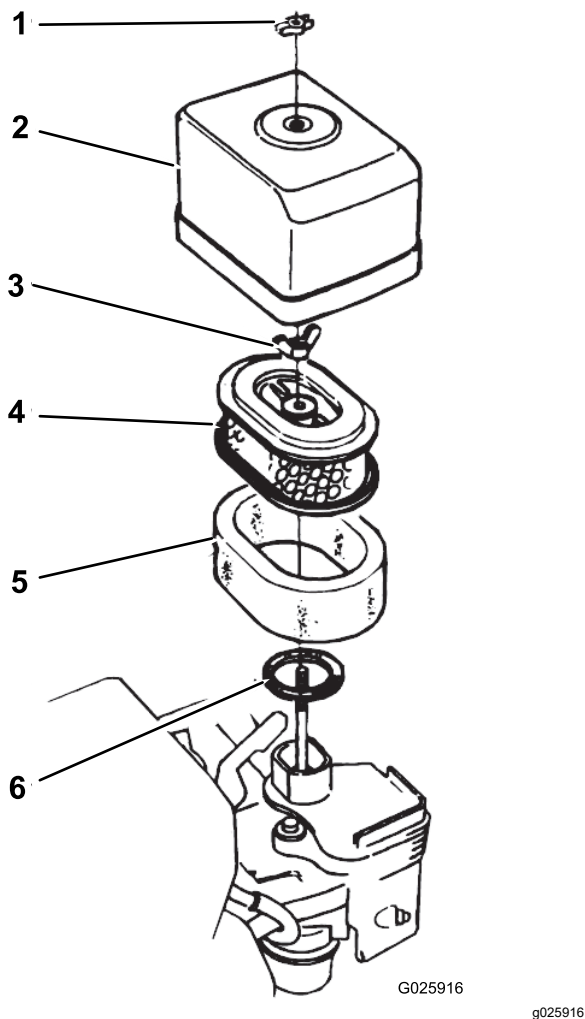

图 31
1. 拧掉将空气滤清器盖固定到空气滤清器上的蝶型螺帽然后取下滤清器盖 图 31。
4. 用蝶形螺母将空气滤清器盖安装到空气滤清器上 图 31。
2. 从空气滤清器上卸下蝶型螺帽然后取出滤清器 图 31。
3. 从纸质滤芯上取下泡沫空气滤清器滤芯 图 31。
1. 将泡沫空气滤清器滤芯安装到纸质滤芯上 图 31。
2. 检查垫片是否磨损和损坏 图 31。
3. 确保垫片放置在化油器的进气室上 图 31。
4. 用蝶型螺母将空气滤清器滤芯安装到化油器 图 31。
5. 用另一个蝶型螺母将空气滤清器盖安装到化油器 图 31。